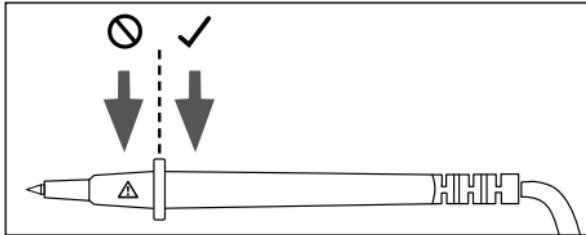

Fig. 3
- Hold kun målespidserne ⑥ på det dertil beregnede gribeområde (se fig. 3). Området med advarselssymbolet ⚠ må ikke berøres, da der ellers er fare for strømstød under målingen!